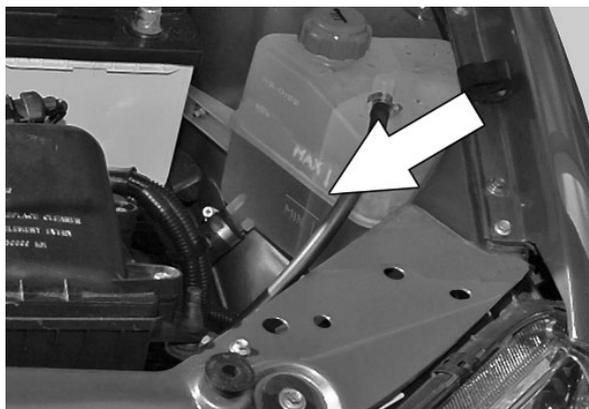

Рисунок 19 - Проверка уровня охлаждающей жидкости
1.2.11 Уровень охлаждающей жидкости. Уровень охлаждающей жидкости на холодном двигателе должен быть между метками "min" и "max", нанесенными на корпусе расширительного бачка, при необходимости довести до нормы, рисунок 19.